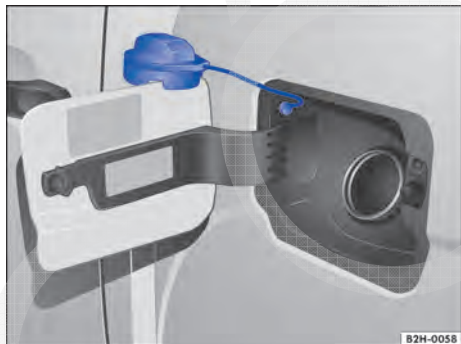

Fig. 128 Portinhola do tanque aberta com a tampa do tanque pendurada.
- Desroscar a tampa do tanque no sentido anti-horário e colocá-la sobre a portinhola do tanque \Rightarrow Fig. 128.